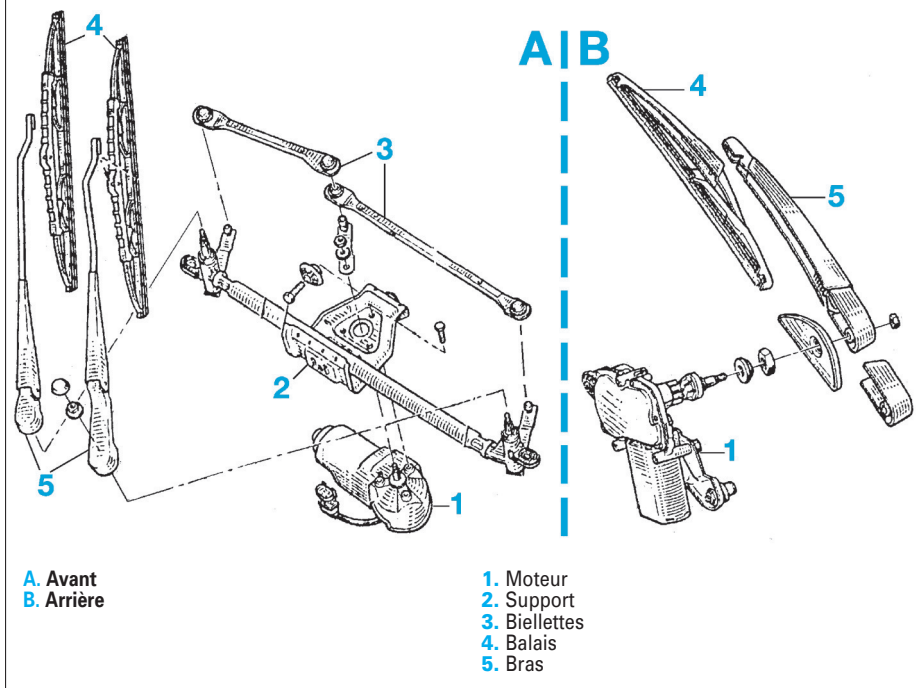

Fig. 18
- la garniture du montant baie pare-brise (Fig.18),